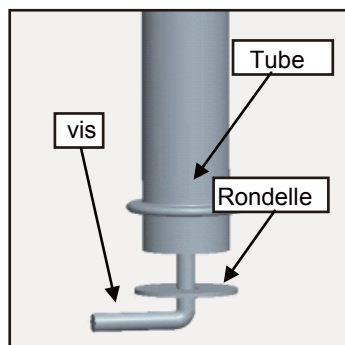

Figure 1.
1. Desserrez la **Vis Manuelle en 7** et la **Rondelle** dans le sens contraire des aiguilles d'une montre du bas du **tube télescopique**. *Figure 1.*